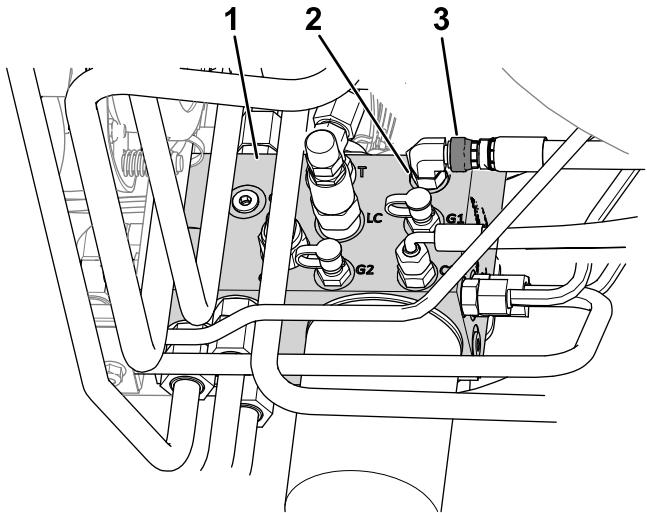

Bild 9
- B. Lösen Sie die Schlauchüberwurfmutter, die den Anschluss C1 am Hydraulikverteiler befestigt (Bild 9).